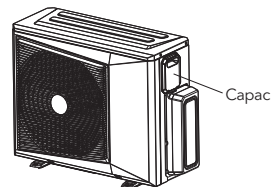

Fig. 11
1. Scoateți capacul plăcii electrice de control de pe unitatea exterioară, așa cum se arată în Fig. 11.